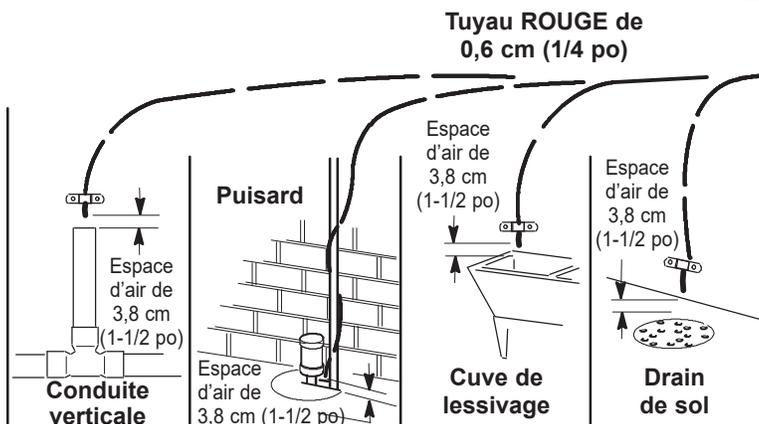

FIG. 11
Acheminez le tuyau de vidange vers un drain existant de votre domicile. Un drain de sol, une cuve de lessivage, une conduite verticale, etc. sont des points de vidange appropriés. Voir la figure 11. Ce type de drain est préférable plutôt qu'un adaptateur de drain pour siphon en P.
4. Acheminez le tuyau vers le point de vidange et fixez l'extrémité à l'aide d'un support (acheté localement). Voir la figure 11.